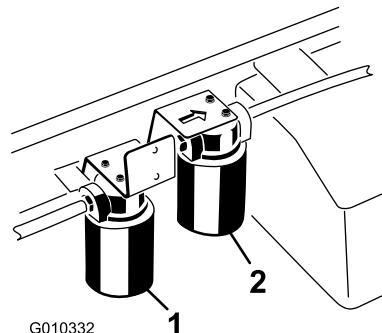

Figura 75
3. Coloque um recipiente de escoamento debaixo do filtro e retire o filtro (Figura 75).
1. Limpe a zona em torno da montagem do filtro de alto fluxo (Figura 75).